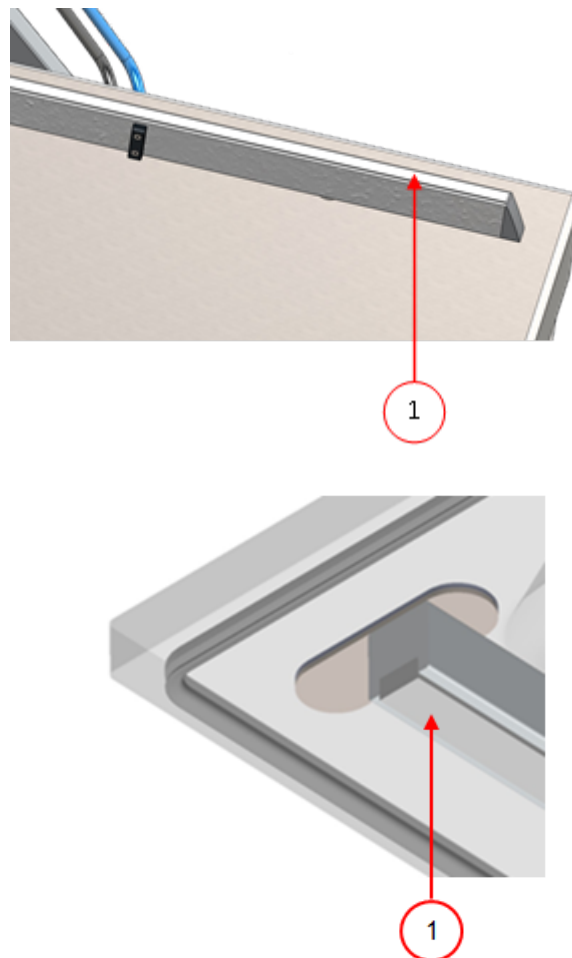

Abbildung 28: Austausch des Silikongummis der Silikonhalter
1. Ziehen Sie das alte Silikongummi vom Halter ab, vgl. *Abbildung 28: Austausch des Silikongummis der Silikonhalter* auf Seite 80.